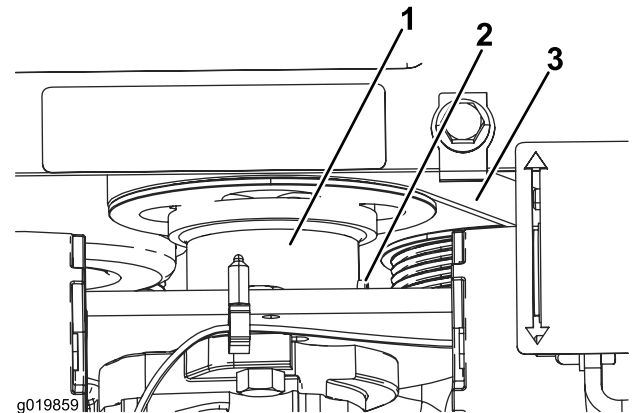

Bild 52
5. Lösen Sie die Stellschraube an der Pumpenantriebskupplung (Bild 52).
6. Lassen Sie die Kupplung (von der Riemenscheibe weg) nach unten ab (Bild 52).